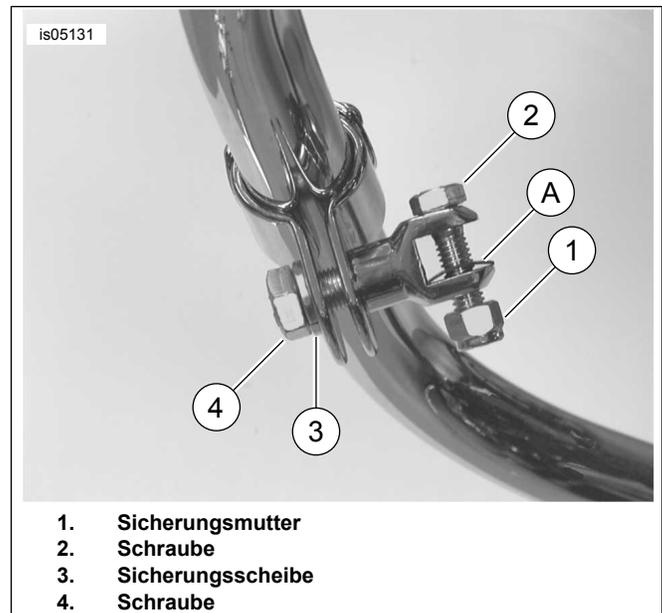

Abbildung 1. Einbau der Befestigungsteile (Fußraсте nicht abgebildet)
- Siehe Abbildung 1. Die Enden der dreiteiligen Schelle mit einer Schraubzwinde oder Grippzange zusammendrücken und die Schraube mit 1/2 in Durchmesser (4) mit der Sicherungsscheibe (3) und der Fußrastenhalterung der Abbildung entsprechend anbringen. Die Schraube fest anziehen.
- Die Fußrasten (separat erhältlich) mit den Schrauben mit 3/8 in-Durchmesser (2), Federscheiben (A) und Sicherungsmuttern (1) aus dem Satz einbauen. Sicherstellen, dass die Federscheibe (aufbewahrt vom Original-Befestigungsteilesatz, Teilenummer 50964-98) an der Innenseite des Fußrastenträgers mit der quadratischen Kante in Richtung Innenseite des Trägers platziert ist. Die Sicherungsmuttern auf ein Drehmoment von 26 N·m (19 ft·lbs) anziehen.